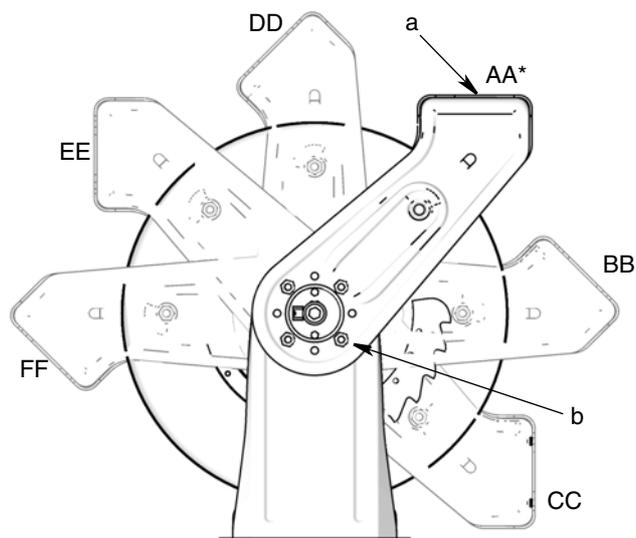

Рис. 3
3. Выберите положение роликового опорного рычага (a) (Рис. 3).
- Барабан электропровода собирается на заводе и поставляется вместе с роликовым опорным рычагом (a) в положении AA* (Рис. 3). Если это положение соответствует требуемому, пропустите шаг 4.
4. Чтобы установить роликовый опорный рычаг в положение, отличное от заводского (AA), выполните указанные ниже действия.